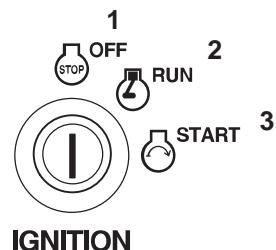

Bild 22
6. Drehen Sie den Zündschlüssel zum Aktivieren des Anlassers auf "START". Lassen Sie den Schlüssel sofort los, wenn der Motor anspringt (Bild 22).
3. Drehen Sie den Zündschlüssel auf "AUS" (Bild 22).